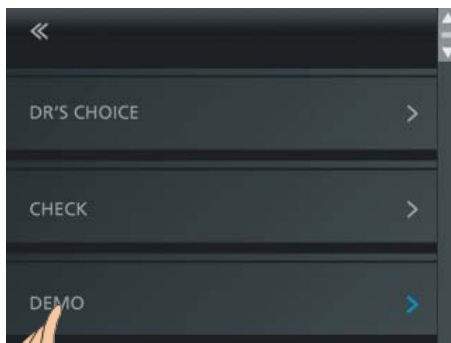

图 36 选择 DEMO (演示)
- 进入设置菜单, 选择 DEMO (演示) 功能 (图 36)。